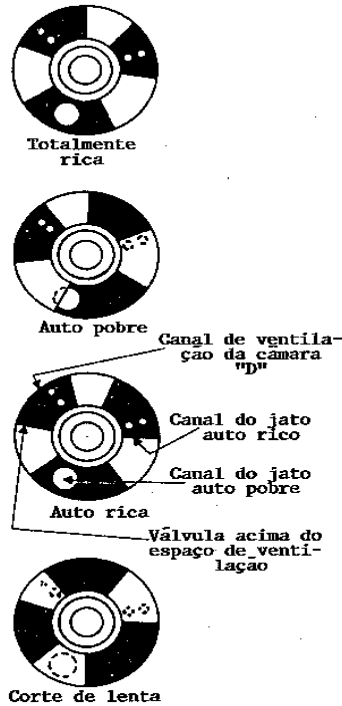

Figura 3-20 Posição dos discos da válvula de controle de mistura manual.
- (2) O controle manual de mistura é uma válvula tipo disco rotativo, consistindo de um disco redondo estacionário com “ports” condutores do jato auto-pobre e jato auto-rico, e dois pequenos orifícios de ventilação. Outra parte rotativa, parecida com uma folha de trevo, é soldada no disco estacionário através de uma mola de tensão, e gira ao redor dos portes neste disco, através da manete de controle manual de mistura. Todos os portes e ventilações são fechados na posição de "IDLE CUT OFF". Na posição "AUTO LEAN", os portes do jato auto-pobre e dois orifícios de ventilação estão abertos. O porte do jato auto-rico permanece fechado nesta posição. Na posição "AUTO-RICH", todos os portes estão abertos. As posições do disco da válvula são mostradas na figura 3-20. As três (03) posições da manete do controle manual de mistura tornam isto possível para selecionar a mistura pobre ou a mistura rica, ou para parar o fluxo de combustível inteiramente. A posição "IDLE CUT OFF" é usada para dar partida ou parar o motor. Durante a partida, o combustível é suprido através do "PRIMER".
- (3) A válvula reguladora de abastecimento é uma pequena válvula tipo "POPPET", localizada na passagem de combustível que alimenta a câmara "C" da unidade reguladora, com pressão de combustível medida. Em corte de lenta (IDLE CUT OFF), a parte lisa da rampa de subida do ressalto, com a haste da válvula e a mola, fecham a válvula. Isto proporciona um meio de cortar (SHUTTING OFF) o fluxo de combustível para a câmara "C" e, desse modo, proporcionando um corte de lenta (IDLE CUT OFF) positivo.
- (4) A válvula de enriquecimento de potência é outra válvula tipo "POPPET". Ela está em paralelo com os jatos de AUTO-POBRE e AUTO-RICO, mas está em série com o jato de enriquecimento de potência. Esta válvula inicia a abertura no começo de variação da tração. Ela é aberta pela pressão de combustível não medida, sobrepondo a pressão